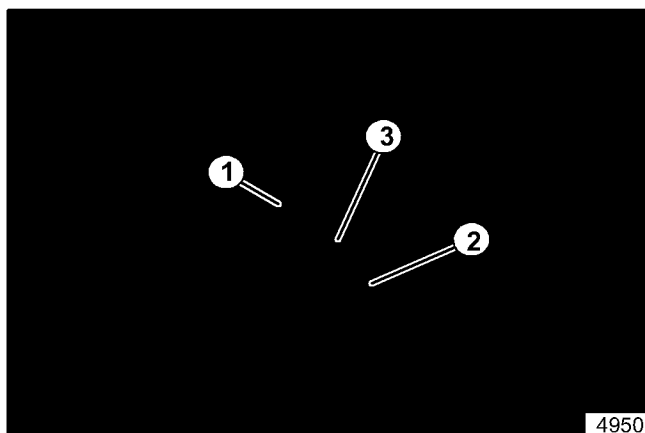

Figura 8. Cable del Embrague Conectado a la Leva
15. Conecte el otro extremo del cable a la leva de la parte posterior de la manija. Pase la porción roscada a través del orificio de la leva y asegúrela con dos contratuercas (vea la figura 8).